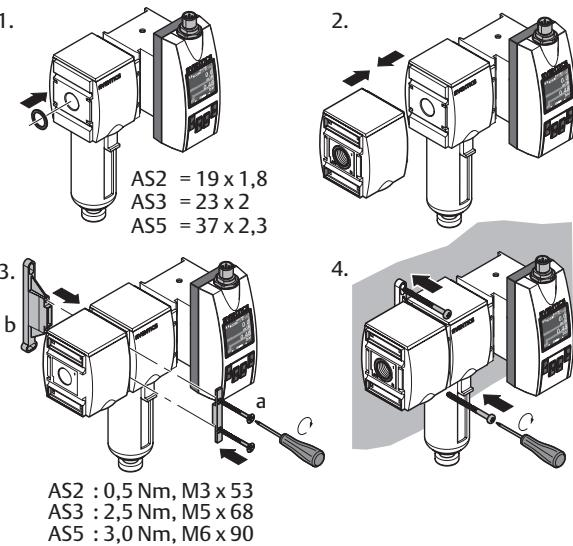

Fig. 4: Montaggio con staffa di fissaggio | W03
- Montaggio con staffa di fissaggio: vedere → Fig. 4.